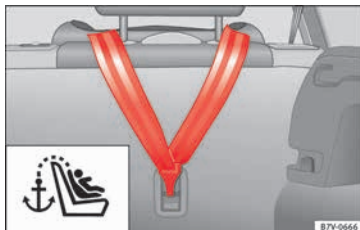

Abb. 39 Eingehängter oberer Befestigungsgurt im Gepäckraum.
- Oberen Befestigungsgurt an der Rückseite der Rücksitzlehne in die entsprechende Halteöse (für Top Tether) der Rücksitzlehne einhängen »» **Abb. 39**.